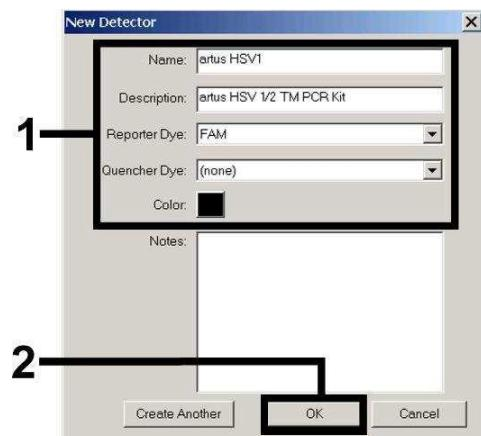
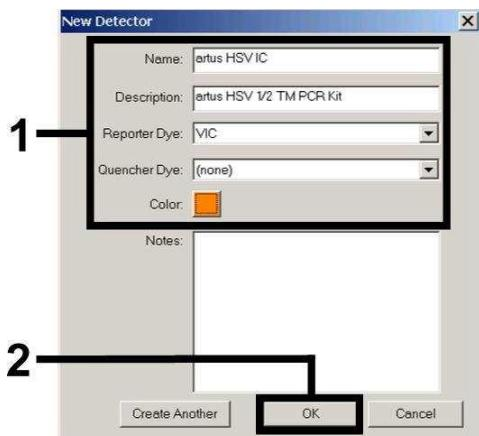
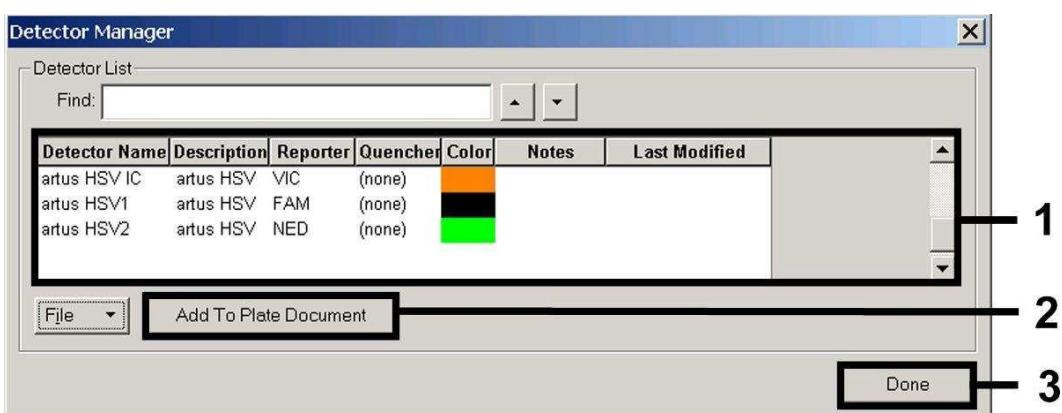

Fig. 4: Criação do detector específico do HSV-1 (*Detector Manager*).
Fig. 6: Criação do detector específico do Controlo interno (Detector Manager) para HSV-1/HSV-2.
Fig. 7: Selecção dos detectores (Detector Manager).
Para a detecção de ADN do HSV-1 ou do HSV-2, defina na janela que agora aparece (de acordo com Fig. 4 a Fig. 6) a combinação de Reporter/Quencher **FAM/none** ou **NED/none** e, para a detecção do Controlo interno, seleccione a combinação **VIC/none**. Ao confirmar as definições (OK), retornará ao *Detector Manager*. Marque os detectores que acabaram de ser criados e transfira cada selecção para *Well Inspector*, clicando na opção *Add to Plate Document* (ver Fig. 7). Feche a janela (Done).